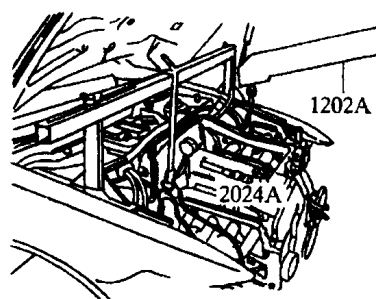

图 1-17
(17) 用发动机吊架 2024A 吊住发动机, 再用车间装配吊架 1202A 提升发动机, 如图 1-17 所示。注意: 吊钩和吊架杆必须用锁止销固定。